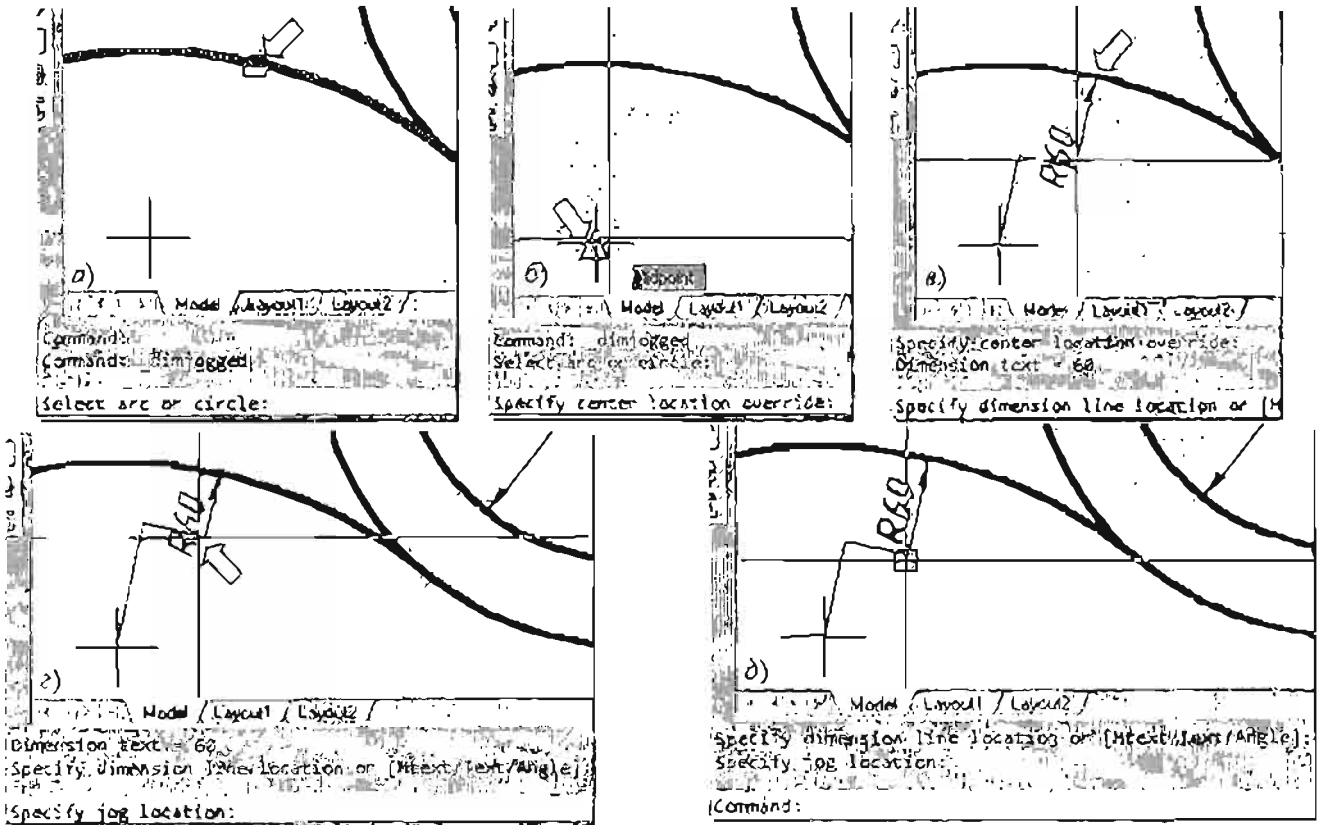

Рис. 5.55. Нанесение размера с изломом
- 4) укажите точку на дуге, к которой будет проставлен размер (рис. 5.55, а);
- 5) задайте новое расположение центра (рис. 5.55, б);
- 6) задайте расположение размерной линии (рис. 5.55, а);
- 7) укажите положение излома (рис. 5.55, з).
На рис. 5.55 д, размер с изломом проставлен.